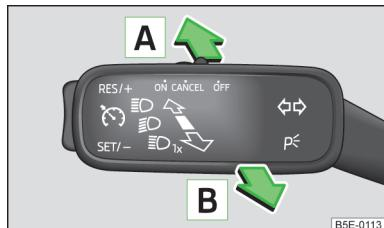

Fig. 31
- Coloque la palanca en posición **A** (posición con resorte) » fig. 31.
- Si la luz de carretera **está** en ese momento conectada automáticamente, coloque la palanca en posición **B** (posición con resorte) » fig. 31.